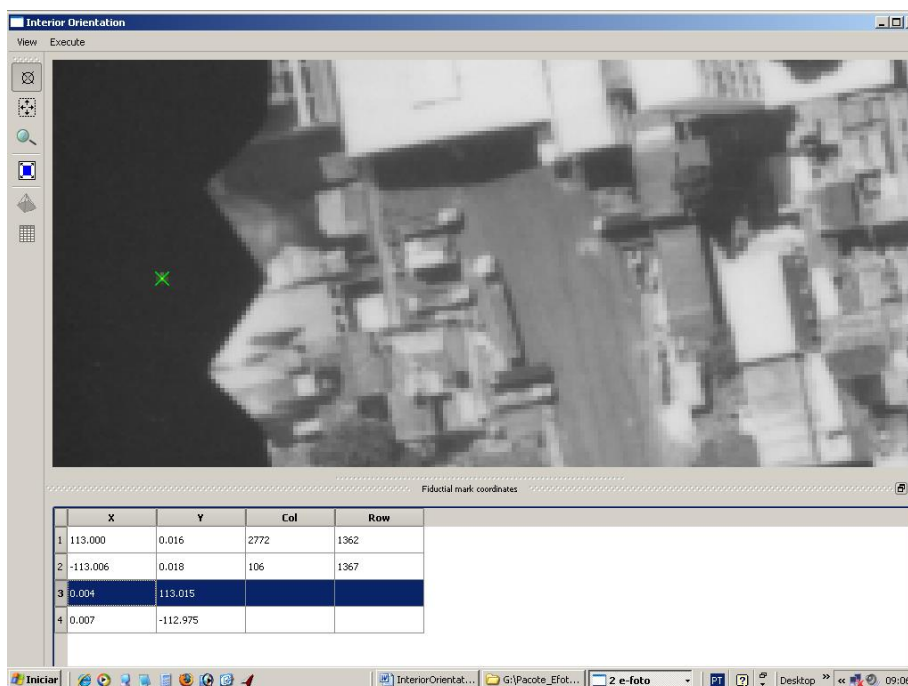

Figura 8 – Tela relativa a imagem 16 com zoom sobre a segunda marca fiducial já medida.
Passo 6: Precisamos agora repetir o processo para a segunda marca. Para retornar a imagem ao tamanho original clique no “botão”  **FitView**. Utilize o zoom para melhor visualizar a segunda marca. Pelas informações da tabela a segunda marca é a marca da parte central esquerda da imagem. Clique no “botão”  **Set Mark** e clicando sobre a marca, ela será medida e atualizada na tabela. O cursor já passa para a terceira linha, conforme mostra a figura 8 abaixo.